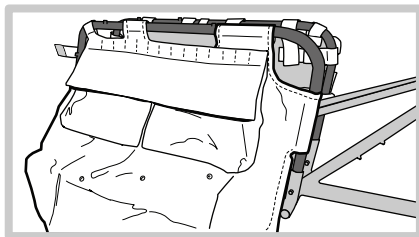

Figure 7
4. Faites glisser les montants dans le cadre avec la sacoche légèrement attachée. Ne serrez rien pour l'instant (figure 7).